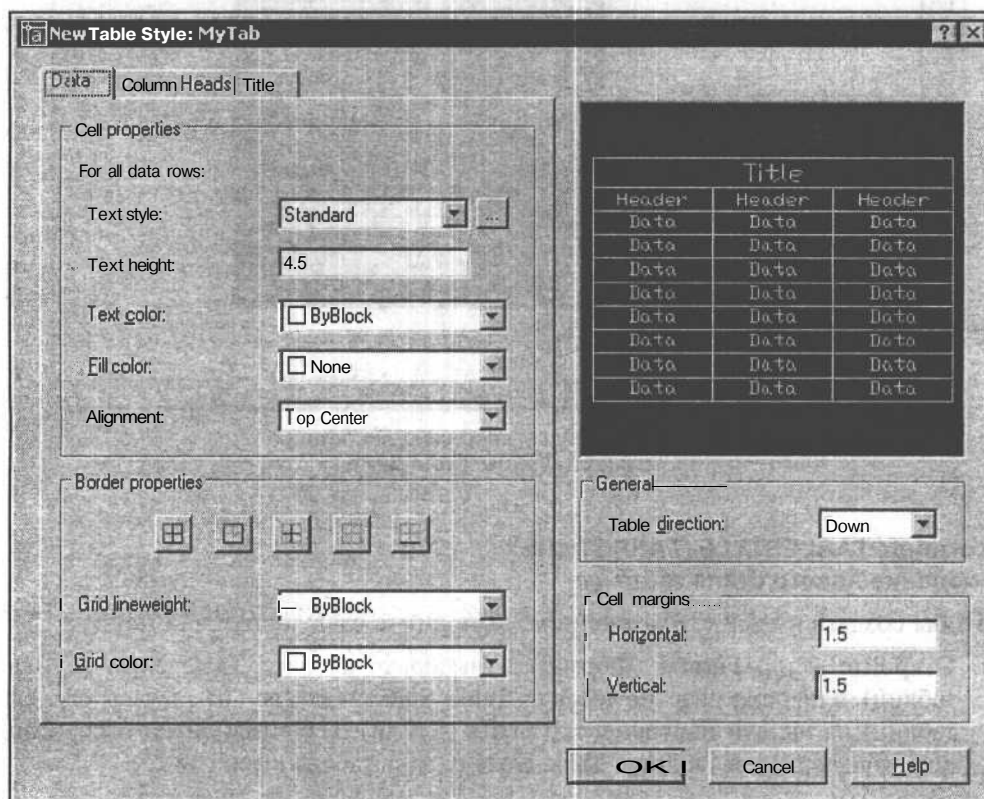

Рис. 14.24. Диалоговое окно настройки оформления таблицы
3. В диалоговом окне **Create New Table Style** (Создание нового стиля таблиц) введите имя таблицы в поле **New Style Name** (Имя нового стиля), а затем щелкните на кнопке **Continue** (Далее). Появится диалоговое окно **New Table Style** (Новый стиль таблиц) с тремя вкладками (рис. 14.24), в котором можно настроить внешний вид таблицы и оформление содержания.